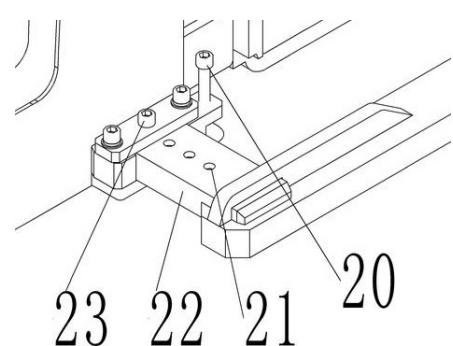

Рис.16: Регулировка опорных вил
- Затяните установочный болт (23) после регулировки опорных вил.
- При регулировке опорных вил, пожалуйста, обратите внимание, что количество установочных пазов (21), выставляемых на каждой стороне ног штабелера, должно быть одинаковым. (Как показано на рис. 16, если одна сторона имеет 3 установочных паза (21), с другой стороны также должно быть 3).
- Вращайте по часовой стрелке опору (20) до тех пор, пока штабелер не поддомкратится.
- Открутите установочный болт (23)
- Отрегулируйте ногу (22) так, чтобы установочный болт (23) попал в становочный паз (21)
При регулировке опорных вил, пожалуйста, обратите внимание, что количество установочных пазов (21), выставляемых на каждой стороне ног штабелера, должно быть одинаковым. (Как показано на рис. 16, если одна сторона имеет 3 установочных паза (21), с другой стороны также должно быть 3).
- Надежно закрутите установочный болт (23)